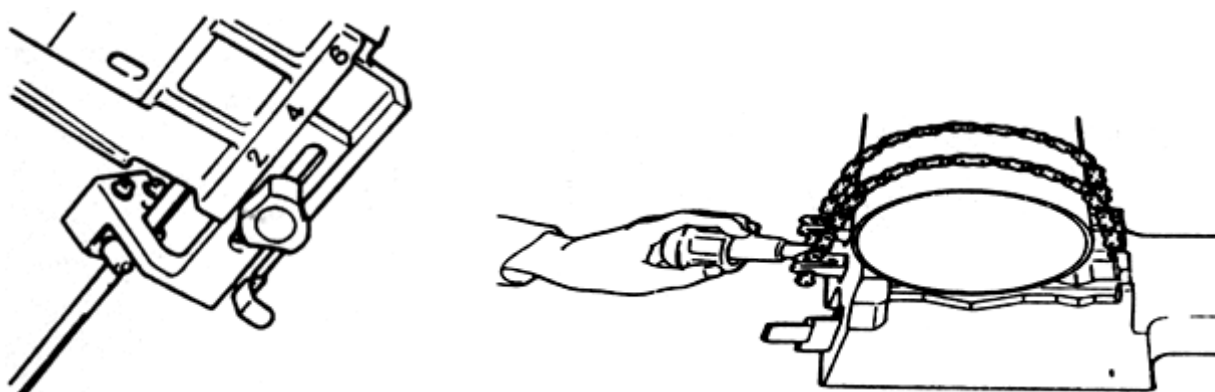

Рис.8.
- Разместите обрабатываемое изделие в зажимное приспособление «V-канавка». Удерживая ручку цепи, затяните изделие цепью, закрепите штифт цепи фиксатором и поверните ручку зажимного приспособления (рис. 8).